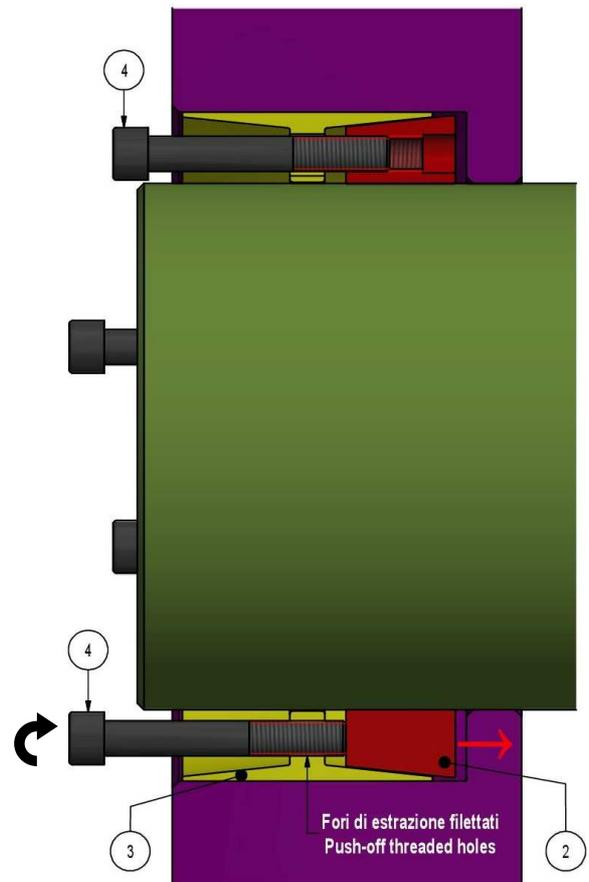

Fig. 5. Sbloccaggio dell'anello di spinta posteriore.
3. Trasferire le viti, usate per lo smontaggio dell'anello di spinta anteriore, in tutti i fori di estrazione filettati dell'anello esterno. Sbloccare l'anello di spinta posteriore, **avvitando progressivamente queste viti in più passate, secondo uno schema a croce, serrando di $\frac{1}{4}$ di giro circa ad ogni passata (fig. 5)**. Partire con una vite posizionata a circa 90° rispetto al taglio dell'anello esterno; le viti adiacenti al taglio vanno serrate in sequenza.